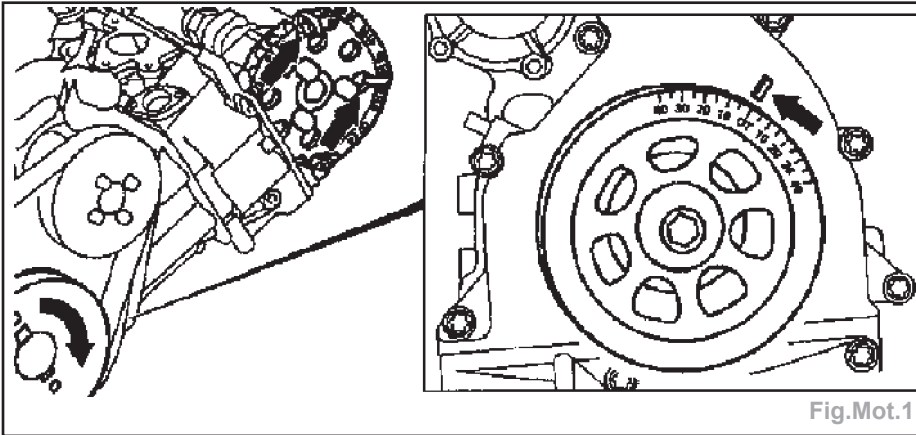

Fig.Mot.1
**Nota :** • Le repère de PMH sur la poulie de vilebrequin doit coïncider avec le repère (flèche) sur le couvercle de carter de distribution (Fig.Mot.1) (voir page suivante). Au niveau du 1er cylindre, les cames sont inclinées vers le haut.
**Nota :** le repère de PMH sur la poulie de vilebrequin doit coïncider avec le repère (flèche) sur le couvercle de carter de distribution (Fig.Mot.1). Au niveau du 1er cylindre, les cames sont inclinées vers le haut.